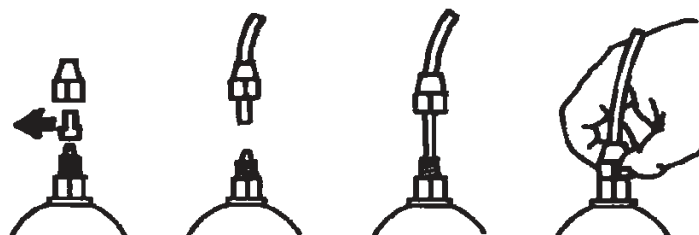

Fig. 7
- e.- Sfilare le due capsule di protezione dai raccordi, inserire fino in fondo i tubetti sui relativi attacchi conici e bloccarli con le apposite ghiera di fissaggio (Fig. 7).